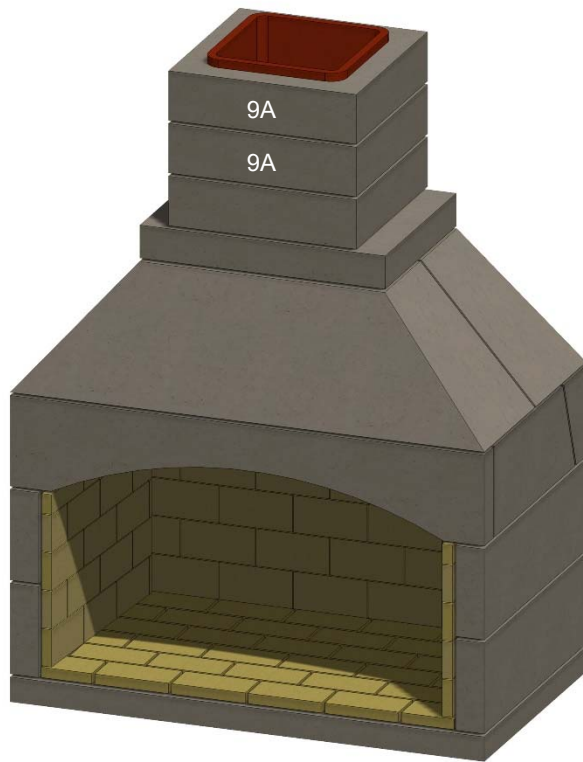

Figura 22. Chimenea completa
O. Instale el resto de las secciones de la chimenea (9A), cubriendo completamente cada pieza con mortero y rellenando el hueco entre las tejas de arcilla de cada sección. Apriete las juntas para crear una transición suave entre cada sección de la chimenea. Tenga en cuenta que si una baldosa está astillada o ligeramente fuera de escuadra, puede utilizarse siempre que las juntas se rellenen y alisen con mortero de alta temperatura. Véase la figura 22.